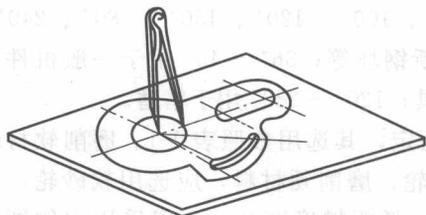

图 1-24 平面划线
- ① 平面划线。在工件的一个表面上划线，称平面划线，如图 1-24 所示。